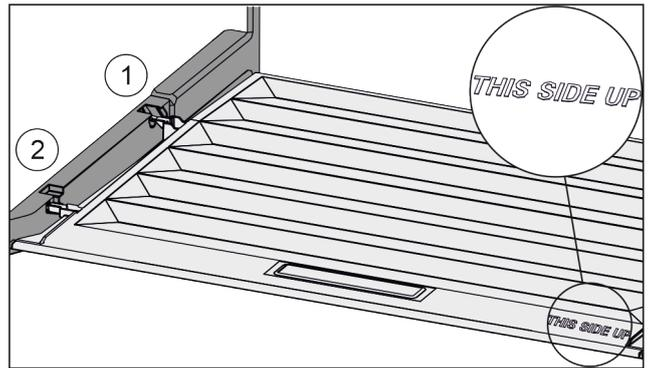

Fig. 131
- ▶ 从后部固定支架 Fig. 131 (1)开口导入桥形接片并卡入固定支架 Fig. 131 (2)的前端。